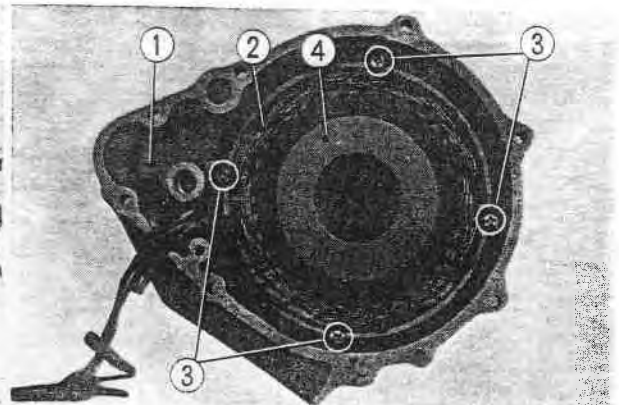

Fig. 8-6 ① Carter
2. Séparer l'enroulement de stator du carter en dévissant les quatre boulons de 6 mm. (Fig. 8-6)